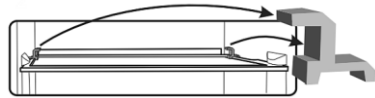

Abb. 3
9. Entfernen Sie alle roten Teile von den Einlegeböden (Abb. 3), diese sind nur für den Transport erforderlich.